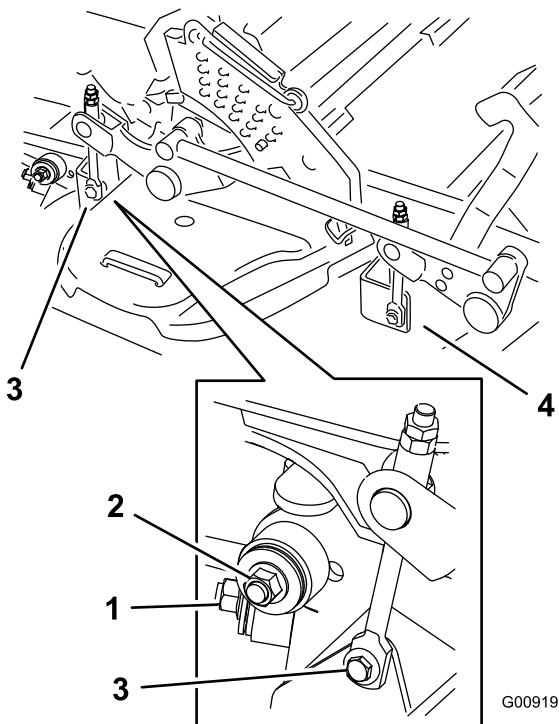

Bild 108
7. Entfernen Sie die Schrauben an beiden Seiten des Mähwerks (bewahren Sie sie auf) (Bild 108).